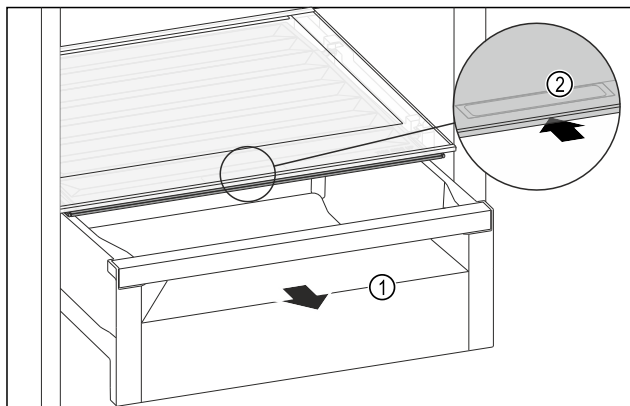

Fig. 125
- ▶ Wyciągnąć szufladę Fig. 125 (1).
- ▶ Chwycić uchwyt wpuszczany Fig. 125 (2) na pokrywie komory i przesunąć pokrywę jednocześnie do tyłu.